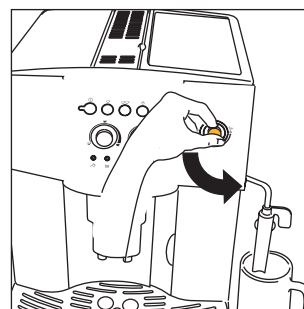
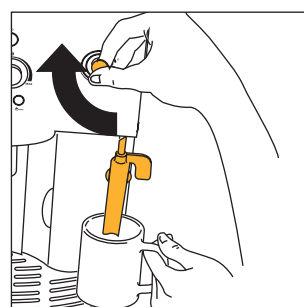
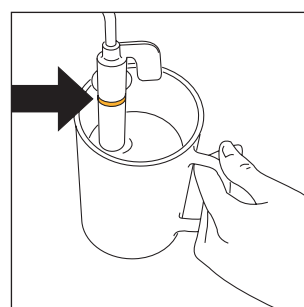

Fig.5
Fig.23
Fig.24
3. **ONMIDDELIJK DAARNA; NA MAXIMAAL 30 SECONDEN** de stoomknop helemaal tegen de wijzers van de klok draaien (fig. 5) (het is normaal dat het apparaat hier wat luidruchtig is).
- Draai de stoomknop een halve toer tegen de wijzers van de klok in (fig. 5): er drupt warm water uit het cappuccinomondstuk en in het onderliggend druipbakje.
- **Onmiddellijk hierna, binnen twee minuten** (zoniet gaat het apparaat automatisch terug naar de functie koffie), dompel het cappuccinomondstuk onder in het recipiënt met melk (fig. 23) en let erop dat de reliëfstreep op het cappuccinomondstuk zelf niet onder de melk komt te staan (aangegeven met de pijl in fig. 24). Draai de stoomknop een halve toer tegen de wijzers van de klok in (fig. 5). (Let erop u niet te verbranden). Uit het cappuccinomondstuk komt stoom dat het volume van de melk doet toenemen en de melk romiger doet worden. Om een romiger crème te bekomen, het cappuccinomondstuk onderdompelen in de melk en langzame draaibewegingen maken van onder naar boven met het recipiënt. (Het is raadzaam niet langer dan 2 minuten na elkaar stoom af te geven).
- Draai de stoomknop gedurende enkele seconden volledig tegen de wijzers van de klok in om wat stoom of water af te geven (fig. 5). Op die manier elimineert het stoompijpje eventuele melkresten. **BELANGRIJK:** Om hygiënische redenen, is het raadzaam deze handeling altijd uit te voeren, om te voorkomen dat de melk stagneert in de leidingen van het cappuccinomondstuk.